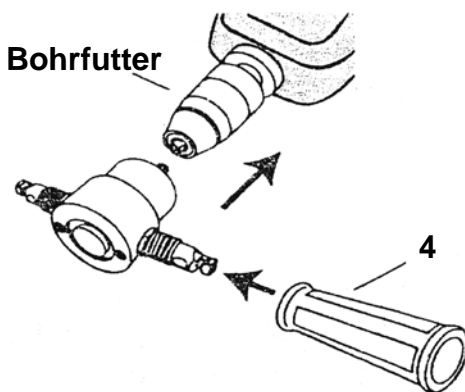

Bild 2
3. Schrauben Sie den Handgriff (3) auf den nicht benutzten Schneidwellenhalter und verbinden Sie die Antriebswelle (1) mit dem Bohrfutter der Bohrmaschine (Bild 2) (nicht verkanten!).
4. Setzen Sie den Abweiser (10) in die Nut (3).
5. Halten Sie mit der einen Hand die Bohrmaschine und mit der anderen Hand den Handgriff (4) sicher fest.